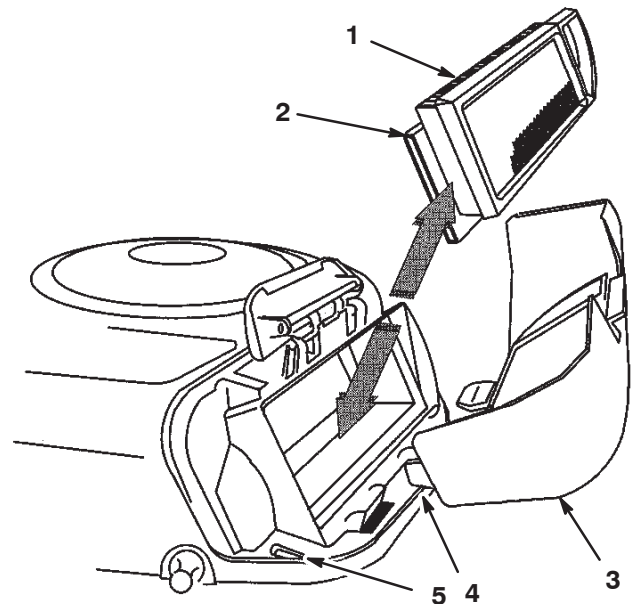

**Figure 21**
7. Tirez la poignée du couvercle du filtre à air et tournez-la vers le moteur (Fig. 21).